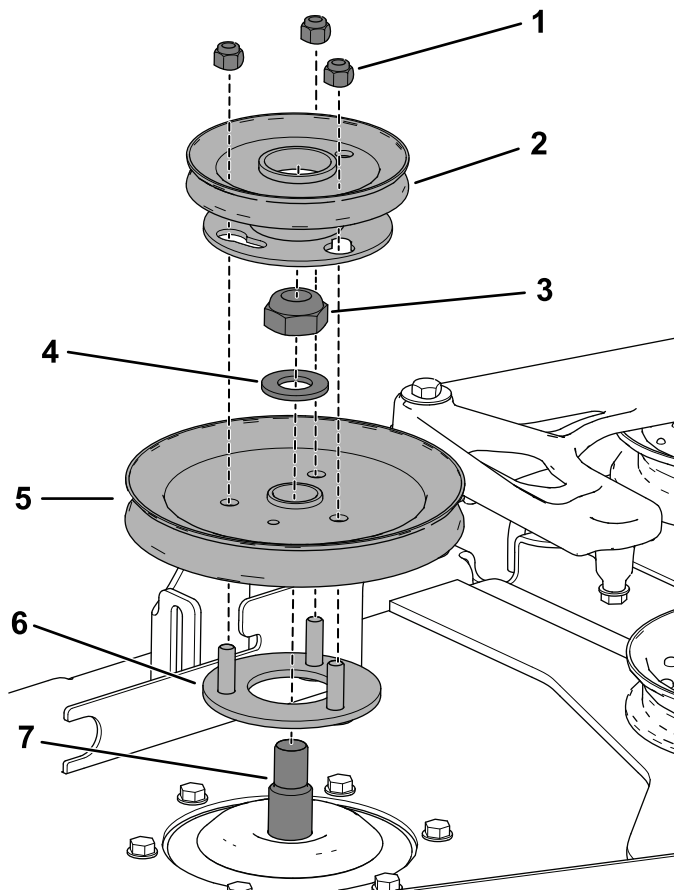

Figura 31
A. Inserite le viti prigioniere filettate sul supporto della puleggia attraverso i fori presenti nella puleggia del piatto (Figura 31).
B. Utilizzate il dado di bloccaggio (3/4") e la rondella messi da parte in precedenza per fissare la puleggia del piatto all'albero del mandrino (Figura 31).
D. Sistemate la puleggia del soffiatore sulle viti prigioniere filettate e montate, senza serrarlo, il dado di bloccaggio (Figura 31).